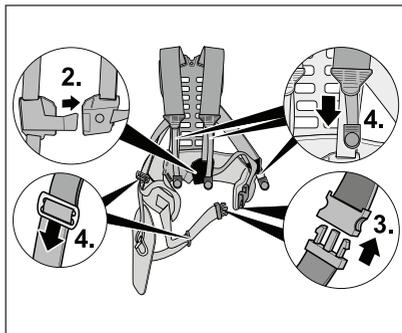

Fig. 02
- Feche todos as travas de segurança (2, 3, 4 e 5), (Fig. 02).